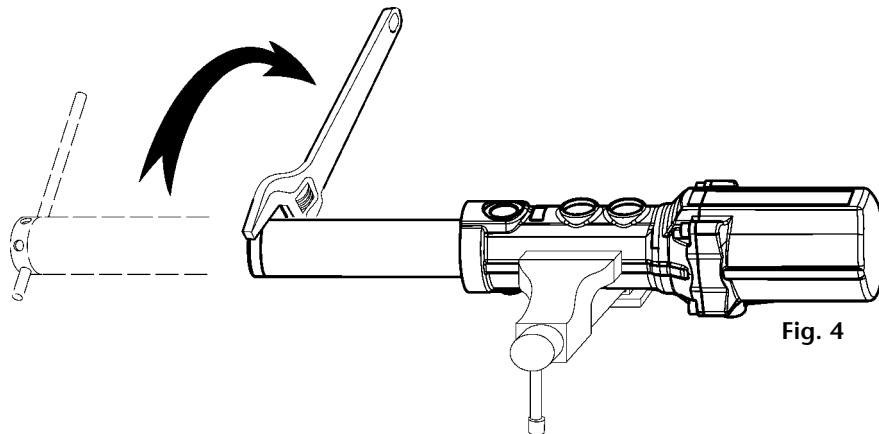

Fig. 4
2. To unscrew the suction tube (28) from the pump body, use a 40 mm wrench on the hexagon of the foot valve body (43, 44) (fig. 4). Pull first clockwise to break the sealing, and then counter clockwise to loosen and remove the tube assembly.
2. Para desenroscar el tubo de aspiración (28) del cuerpo de la bomba, usar llave fija de 40 mm en el cuerpo válvula de pie (43, 44) (fig. 4). Tirar primero contra las agujas del reloj para romper el sellador y luego hacia el otro sentido para desenroscar y quitar el conjunto tubo de aspiración.